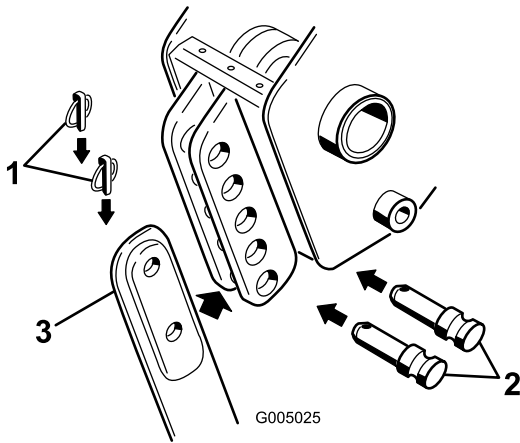

Figura 4
3. Retire los dos pasadores con anilla a presión de los pasadores del soporte de la cuchilla, luego retire los pasadores con anilla a presión (Figura 4) y la cuchilla existente (si está instalada).
4. Coloque la cuchilla nueva en su soporte y fíjelo a la profundidad deseada (cada cambio de taladro de montaje varía la profundidad en 3 pulgadas (7,6 cm)), usando los pasadores y los pasadores con anilla a presión retirados anteriormente (Figura 4).
2. Retire el pasador de horquilla inferior y el pasador con anilla a presión que sujetan la cuchilla al arado (para retirar completamente la cuchilla, retire los pasadores superiores e inferiores) (Figura 4).